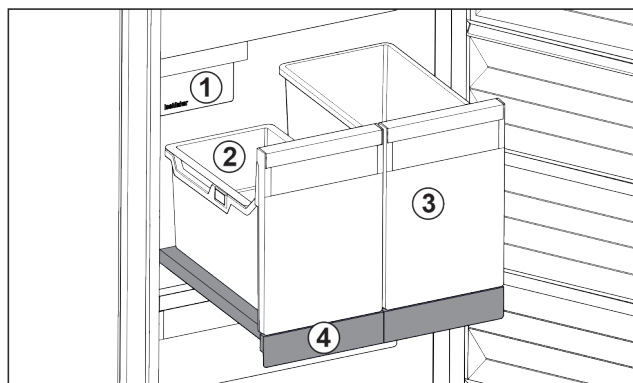

Fig. 116 Auszugsbord mit IceTower
- (1) IceMaker
- (2) Einhängeschale für Eiswürfel
- (3) Behälter für z. B. Pizza, alkoholische Getränke
- (4) Auszugsbord
Auf dem Auszugsbord sind zwei hohe Behälter (IceTower). Im Behälter Fig. 116 (2) werden Eiswürfel aus dem IceMaker gesammelt und gelagert. Behälter Fig. 116 (3) eignet sich für die Lagerung von hohen Lebensmitteln wie Pizzen oder alkoholischen Getränken.